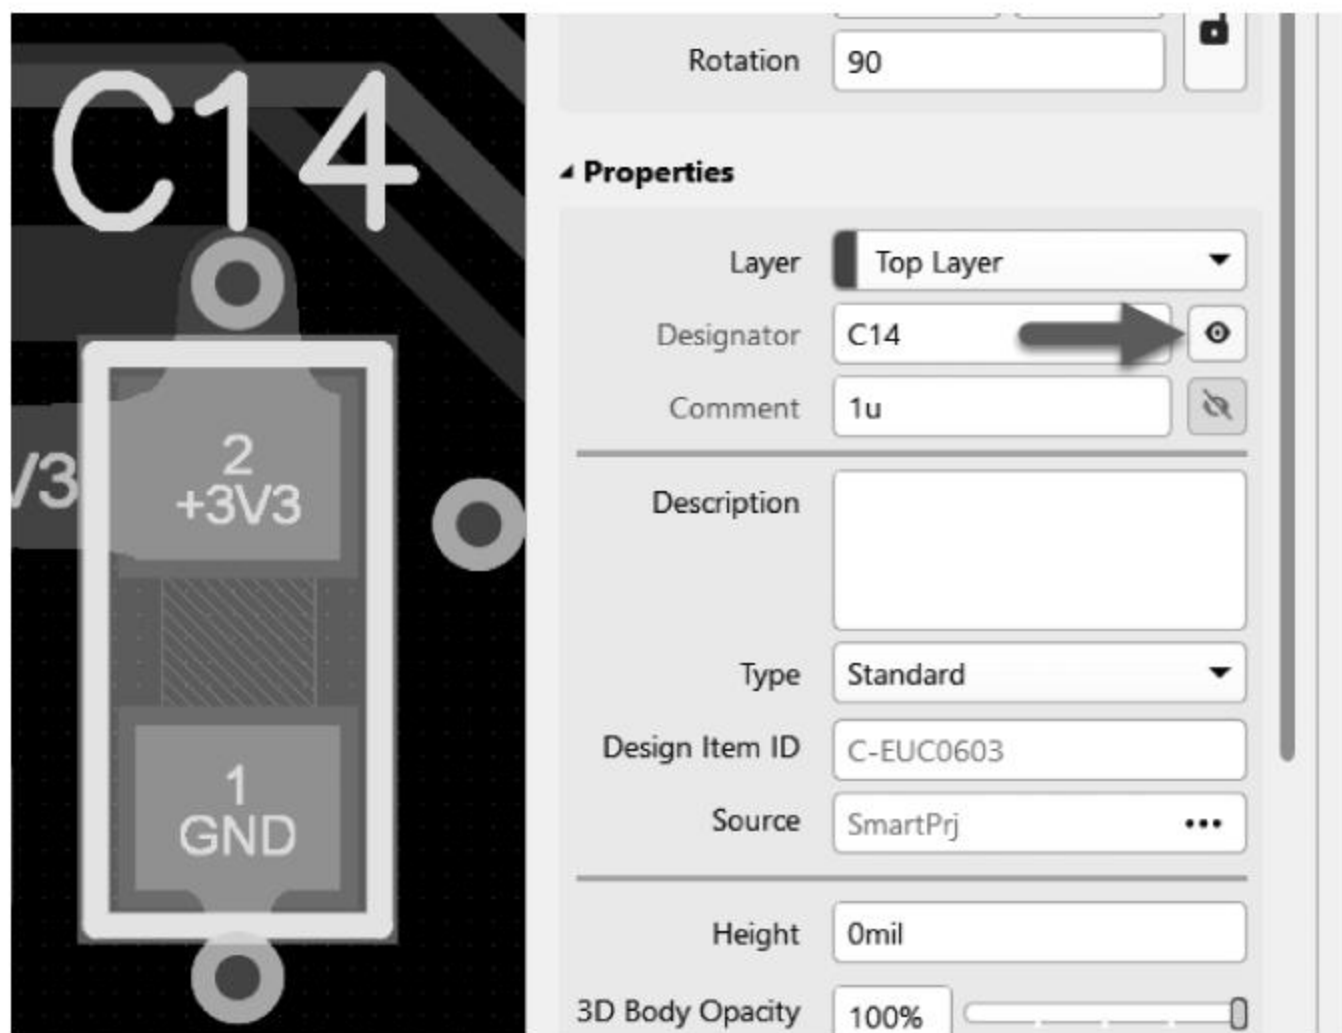

图 6-19 显示其中一个元件的位号
(2) 利用全局编辑功能将位号显示出来。
① 双击任意一个元件, 将其位号显示出来, 以 C14 为例, 如图 6-19 所示。